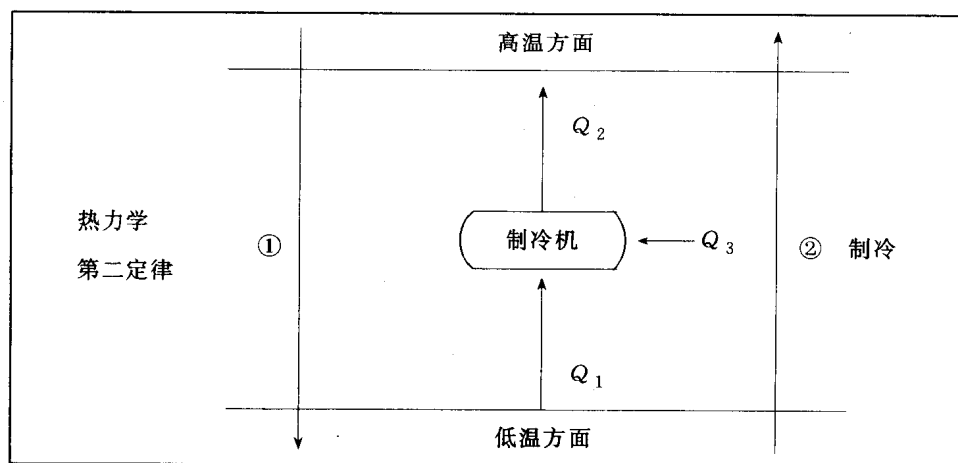

图 5 热量的移动
如图 5 的箭头①所示,根据热力学第二定律,热量由高温流向低温,直至两者达到相同温度为止。而要进行制冷,就必须按如图中箭头②所示,使热量由低温向高温转移;就必须通过制冷机吸取低温区域的热量 Q_1 后,在高温区域上作为热 Q_2 放出。